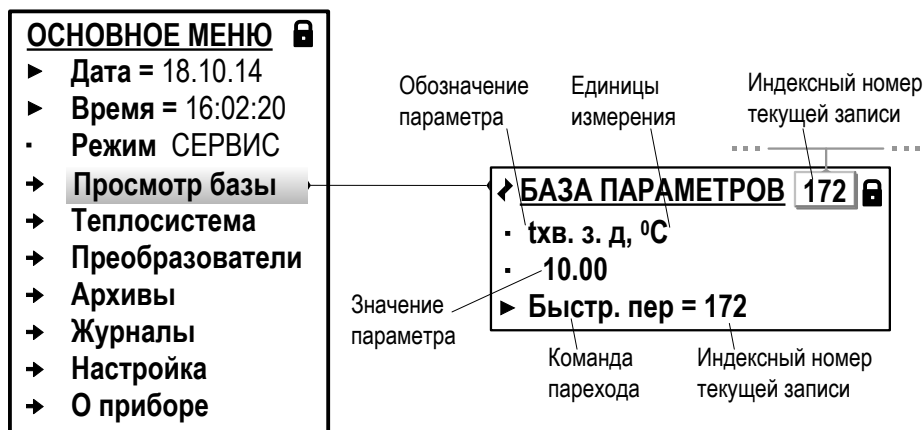

Рис.48. Вид окна индикации базы параметров.
7.4.1. Значения параметров, устанавливаемых в ТВ при настройке (либо устанавливаемых автоматически), фиксируются в базе, одно из окон индикации которой показано на рис.48.